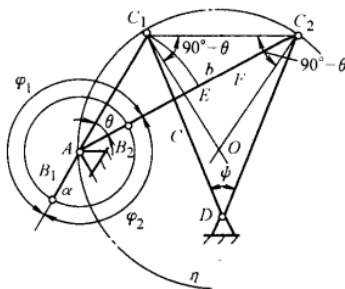

图 2-23 按行程速比系数 k 设计曲柄摇杆机构
1. 设计曲柄摇杆机构 (图 2-23)
2) 选取作图比例尺 μ_1 ，任取一点 D ，按 c 和 ψ 作出摇杆的两个极限位置 C_1D 和 C_2D ，如图 2-23 所示。
解：本题为按行程速比系数设计四杆机构的问题。可用图解法设计。在此我们用有别于图 2-23 的另一种作图方法解此题。